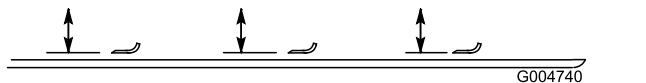

Figura 129
2. Ruotate la lama fino a quando le estremità non sono rivolte in avanti e indietro e misurate la distanza tra l'interno dell'apparato di taglio e il tagliente sulla parte anteriore della lama (Figura 129).